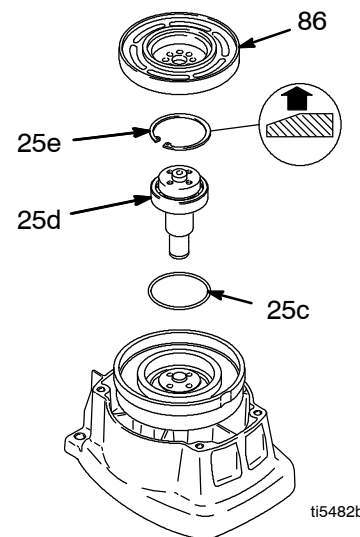

Fig. 6
7. Fig. 6. Ta bort låsringen (25e).
6. Fig. 6. Inspektera o-ringens (25c) och byt ut den om den är skadad.